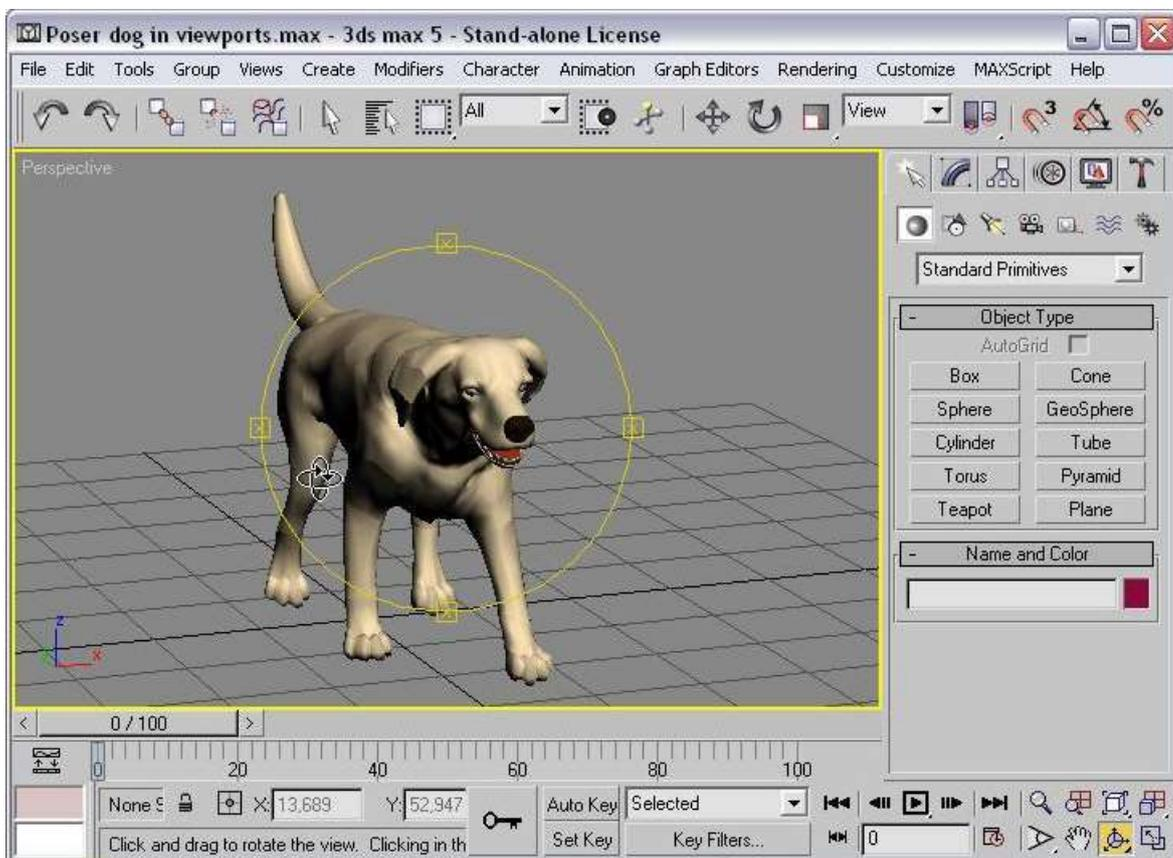

Рис. 6 – Вид в окне проекции Perspective после вращения модели собаки
8. Щелкните на кнопке **Arc Rotate (Повернуть)**, затем на правом маркере направляющей вращения и перетащите указатель мыши справа налево. Таким образом, вы развернете модель собаки так, чтобы лучше видеть ее переднюю часть (рис. 6).